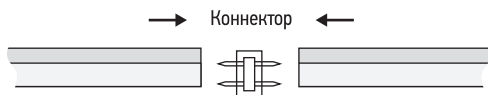

Рис. 4. Соединение при помощи коннектора
2) Подключите участки светодиодной ленты в соответствии с полярностью, *Рис. 4*. Контакты коннектора должны войти по центру соответствующих проводов (жил), идущих по всей длине ленты.